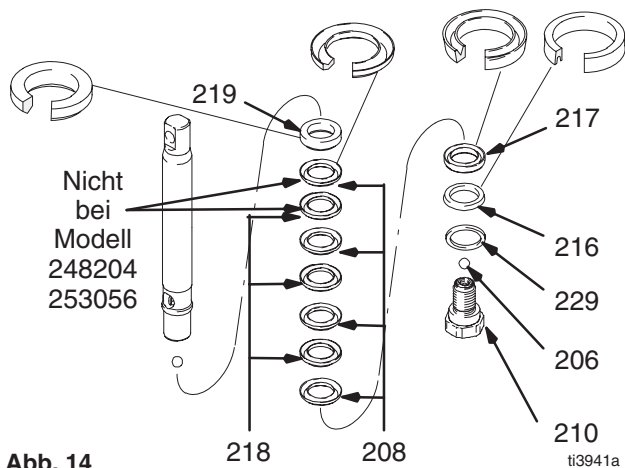

Abb. 14
Abb. 14. Vor dem Zusammenbauen alle Lederpackungen mindestens 1 Stunde in SAE-30W-Öl einweichen. Stützring (219) auf die Kolbenstange geben. Abwechselnd UHMWPE- (208) und Leder-Packungen (218) (auf Ausrichtung achten) auf die Kolbenstange geben. Gegenring (217) installieren. Kolbenabstreifer (216) und Verstärkungsscheibe (229) (auf Ausrichtung achten) auf das Kolbenventil (210) geben. Der spezielle Dichtfleck am Kolbenventilgewinde überdauert vier Packungswechsel. Nach vier Packungswechseln Loctite® auf das Kolbenventilgewinde auftragen.